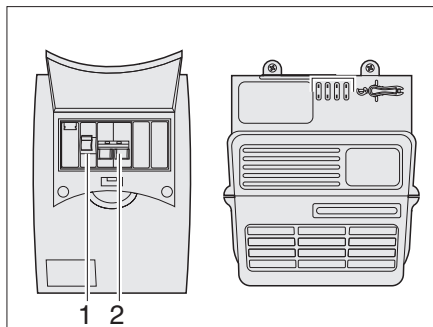

Fig. 97 Scatola dei fusibili a 230 V
Il fusibile principale (Fig. 97,2) protegge il circuito di ingresso a 230 V dall'assorbimento di un'intensità di corrente maggiore di 10 A. La scatola dei fusibili contiene inoltre un interruttore di sicurezza per correnti di guasto (Fig. 97,1).
- Disinserire e subito dopo reinserire l'interruttore di sicurezza di linea a 230 V (vedi Fig. 97) e l'interruttore principale della batteria (vedi Fig. 91) per interrompere il passaggio della corrente.